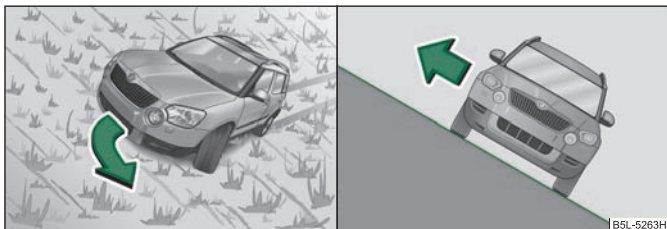

Fig. 158 Direcționați pe linia de pantă / Direcția de coborâre – în partea de sus a pantei
Când autovehiculul tinde să se răstoarne, direcționați roțile în direcția de cădere ⇒ fig. 158 și accelerați puțin. Centrul de greutate al autovehiculului trebuie să se găsească cât mai jos. Distribuți uniform greutatea tuturor pasagerilor. Persoanele mari și mai grele trebuie să se aplece pe partea dinspre deal a autovehiculului. Bagajele de pe plafon trebuie date jos și asigurate, pentru a nu produce, prin deplasare, răsturnarea autovehiculului.
Dacă autovehiculul se oprește în poziție oblică într-o pantă și este necesară coborârea tuturor pasagerilor, acest lucru trebuie să se facă pe ușile din partea de sus a pantei ⇒ fig. 158.
- Înainte de a aborda oblic o pantă ⇒ fig. 158, verificați dacă puteți manevra autovehiculul pe linia de cădere. Dacă nu puteți, alegeți un alt drum. Când autovehiculul tinde să se răstoarne, îndreptați roțile paralel cu lina de pantă, în jos și accelerați ușor.
- Când autovehiculul este foarte înclinat lateral în pantă, nu părăsiți autovehiculul pe ușile „din vale”. Acest lucru poate duce la deplasarea centrului de greutate al autovehiculului. Autovehiculul se poate răsturna și rostogoli la vale. Aceasta poate provoca răniri grave. Pentru a evita acest lucru, ieșiți din autovehicul pe ușile „din deal” ⇒ fig. 158.